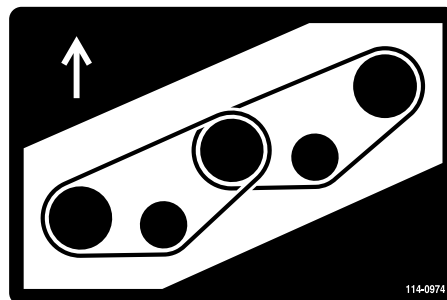
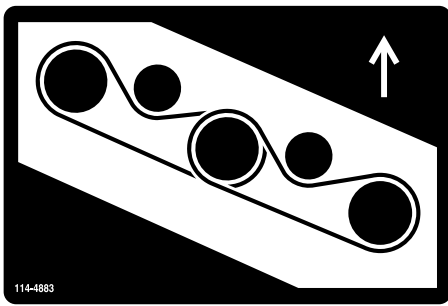

Figura 97
Figura 98
7. Pase la correa nueva alrededor de las poleas de los ejes y del conjunto de la polea tensora (Figura 97 y Figura 98).